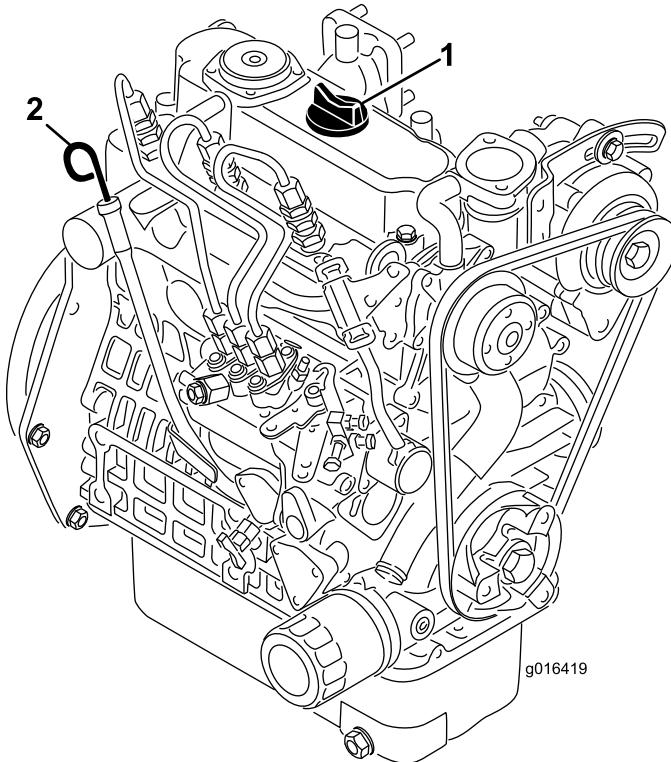

Bild 35
2. Nehmen Sie den Peilstab heraus und wischen Sie ihn mit einem sauberen Lappen ab (Bild 35).